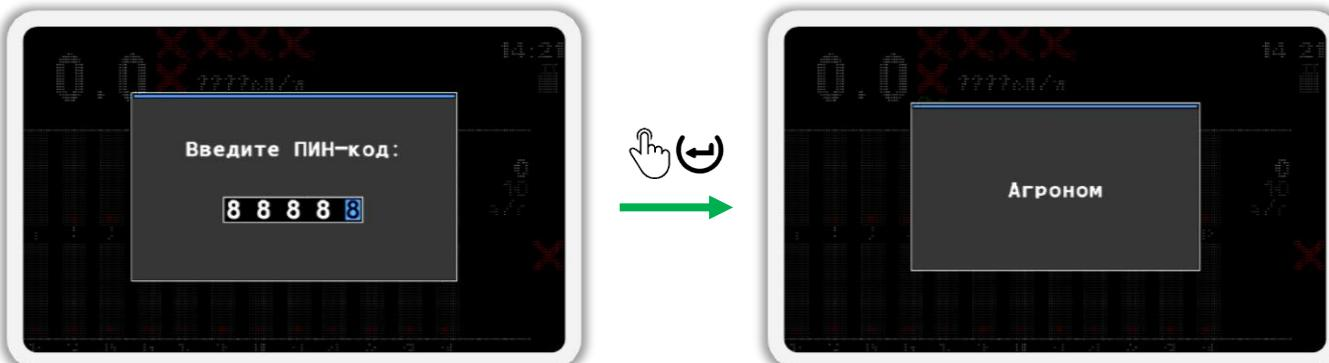

Рисунок 73
- После того, как вы введете ПИН-код, нажмите кнопку  «Меню». Если код введен правильно, то вы увидите сообщение с надписью «Агроном» (см. Рисунок 73). После этого вы будете автоматически возвращены в меню «Настройки».